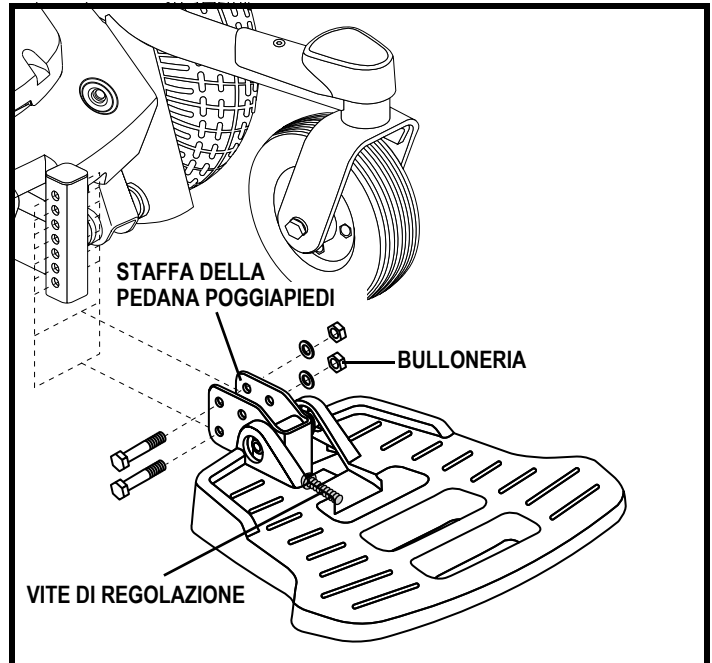

Figura 12. Regolazione della pedana poggiatesta
1. Rimuovere la bulloneria dal supporto della pedana poggiatesta. **Vedere figura 12.**
È possibile regolare l'angolazione della pedana poggiatesta. **Vedere figura 12.**